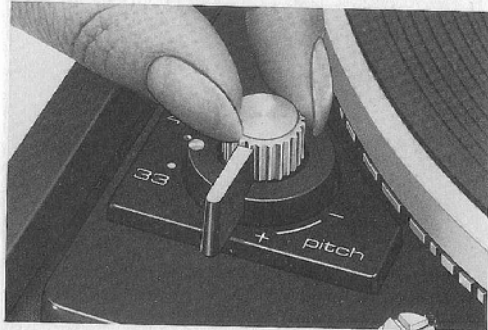

Fig. 23
Jede der beiden Normdrehzahlen 33 1/3 und 45 U/min kann mit der Tonhöhenabstimmung (2) variiert werden. Die Einstellung erfolgt mit dem Drehknopf „pitch“ (2) (Fig. 23). Regelbereich bei 33 1/3 U/min ca. 1/2 Ton (6%).